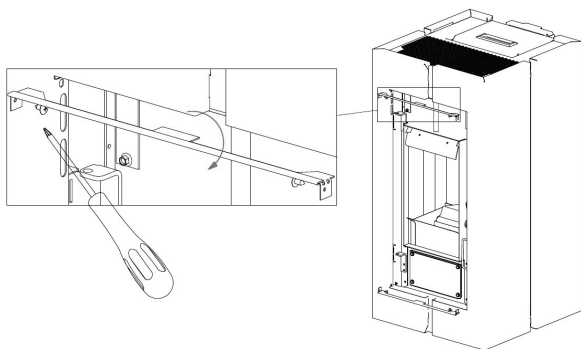

Fig. 54 - Remoção dos perfis
- Desaparafusar os 4 parafusos e remover os perfis pretos acima e abaixo da porta (ver **Fig. 54**).